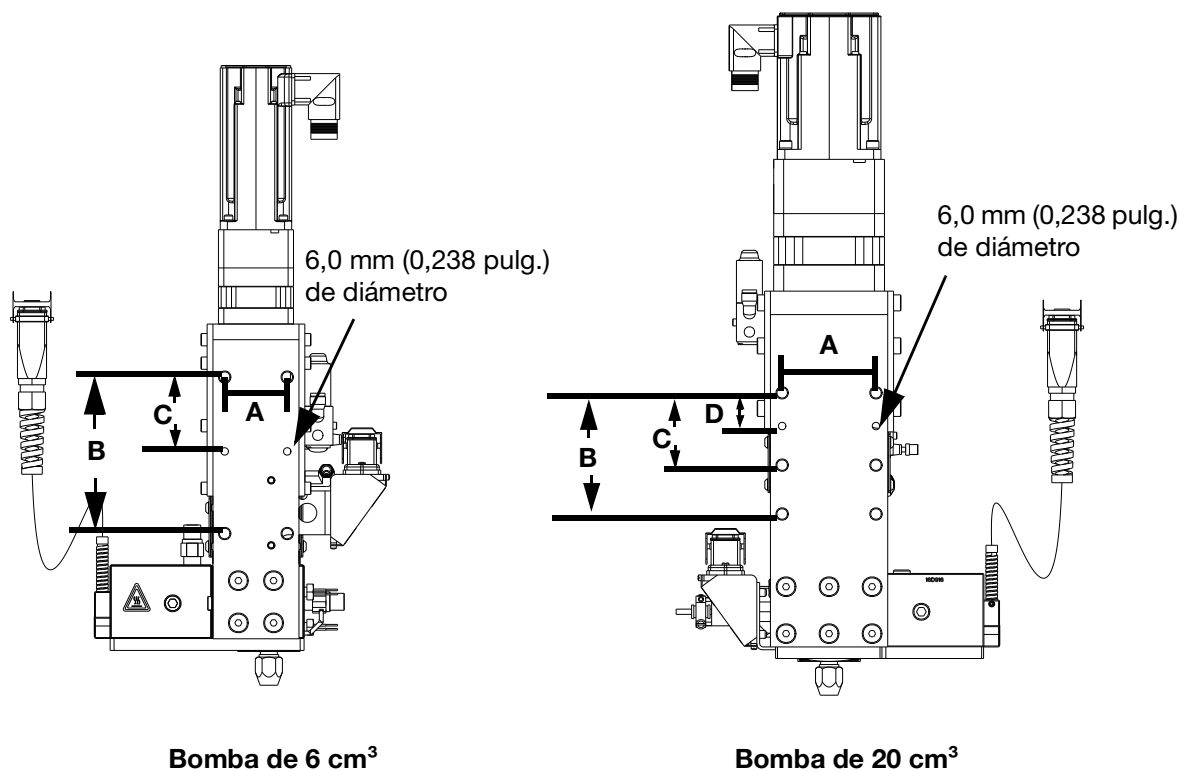

FIG. 7: Dimensiones del conjunto del medidor de engranajes
- Monte y asegure el conjunto del medidor de engranajes en la unidad de automatización (u otra superficie de montaje) con la placa de montaje. La placa de montaje está sujeta con pernos M10 x 1,5. La longitud máxima del perno a través de la placa es de 18 mm (0,75 pulg.). Vea las dimensiones de montaje en la Tabla 4 y en la FIG. 7.